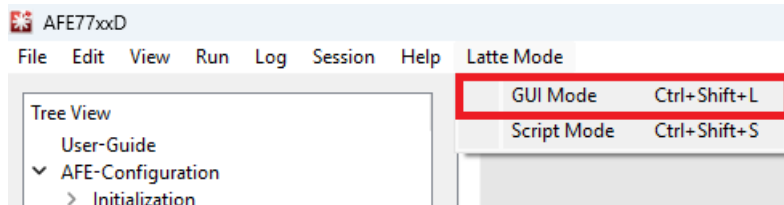

图 3-16. 切换到 “GUI Mode”
9. 点击 *Latte Mode* 并导航至 *GUI Mode*，如 图 3-16 中所示。